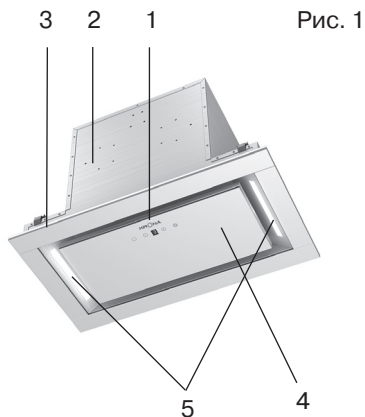

Рис. 1
Наружная часть вытяжки состоит из следующих составных частей (см. рис. 1):
С этой целью следует разместить корпус вытяжки (№ 2, рис. 1) таким образом, чтобы тыльная сторона корпуса, которая должна прижиматься к стене, оказалась на столе или на полу, а переключатель режимов работы вытяжки, находящийся на лицевой панели, был бы обращен в сторону проверяющего. Далее вытяжка подключается к электросети и производится ее проверка. Если вытяжка на всех режимах работает исправно, следует приступить к монтажу вытяжки. Если нет, следует обратиться в организацию, в которой Вы приобрели вытяжку или в гарантийную мастерскую.
- видимой частью кухонной вытяжки является декоративная панель (см. рис. 1, позиция 3), а основной корпус вытяжки скрыт в подвесном шкафу;